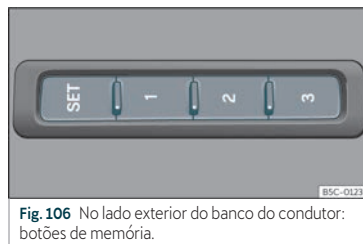

Fig. 106 No lado exterior do banco do condutor: botões de memória.
- Pressione o botão **SET** durante mais de 1 segundo»» Fig. 106.
- Mantenha pressionado o botão **SET** »» Fig. 106.